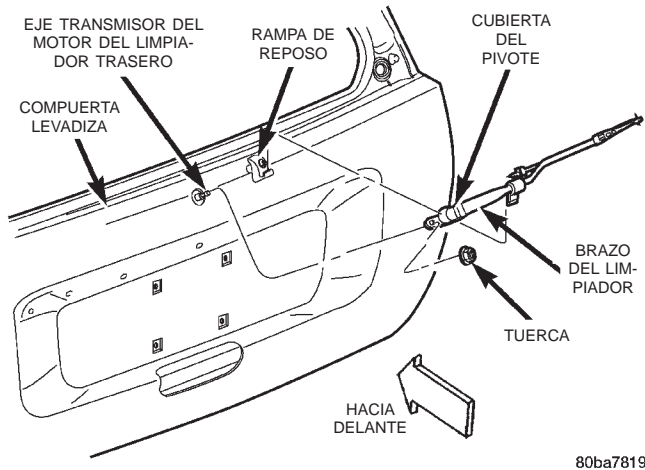

Fig. 8 Desmontaje e instalación del brazo del limpiador trasero
(1) Desprenda la cubierta del pivote del brazo del limpiador trasero levantándola en el extremo del brazo correspondiente al eje transmisor del motor del limpiador trasero (Fig. 8).